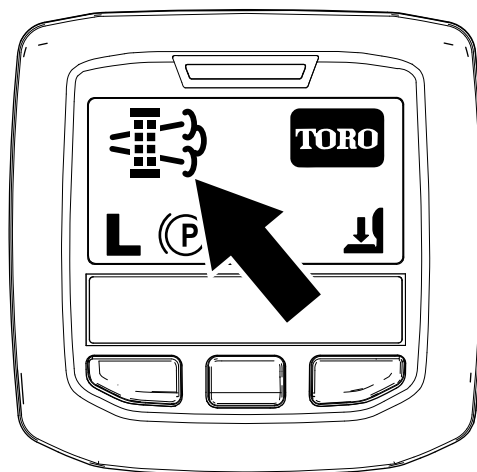

Figura 70
- Cuando el ordenador del motor solicita una regeneración con la máquina aparcada o una regeneración de recuperación, aparece el icono de solicitud de regeneración (Figura 70) en el InfoCenter.